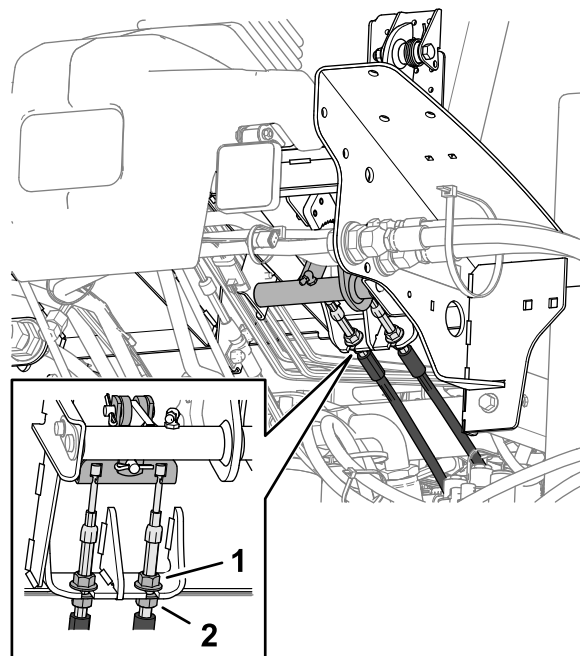

Figura 139
5. Per ridurre il gioco del pedale del freno, allentate i controdadi sull'estremità filettata di ogni cavo del freno (Figura 139).